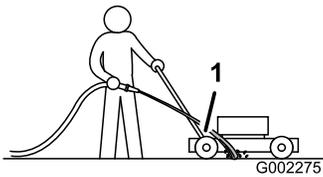

Рисунок 23
3. Удерживая садовый шланг на уровне рукоятки, направьте поток воды на землю непосредственно перед правым задним колесом (Рисунок 23).